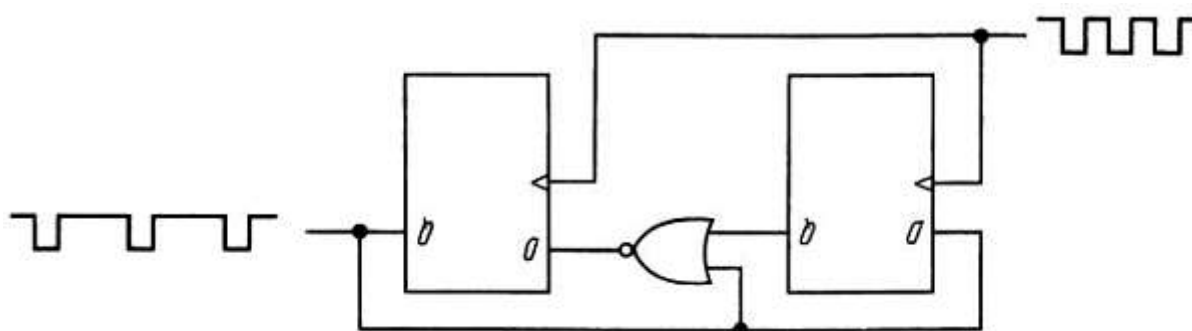

Рис. 8.59. Схема деления на 3.
3. Построим вентильную схему, которая, с помощью имеющихся выходов, позволяла бы получить требуемые состояния на выходах. В общем случае можно использовать карту Карно, но для данного простого примера можно сразу увидеть, что $D_1 = Q_2$, $D_2 = (Q_1 + Q_2)'$. Этому соответствует схема на рис. 8.59.